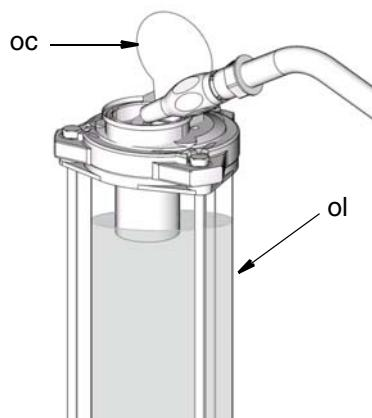

图 5
2. 慢慢添加机油 (ol)，直到液箱注入到其容量 (图 5)。小心向液箱不要注入过快和超过液箱的容量。
3. 关闭机油注入盖 (oc)，防止污染和溢出 (图 5)。